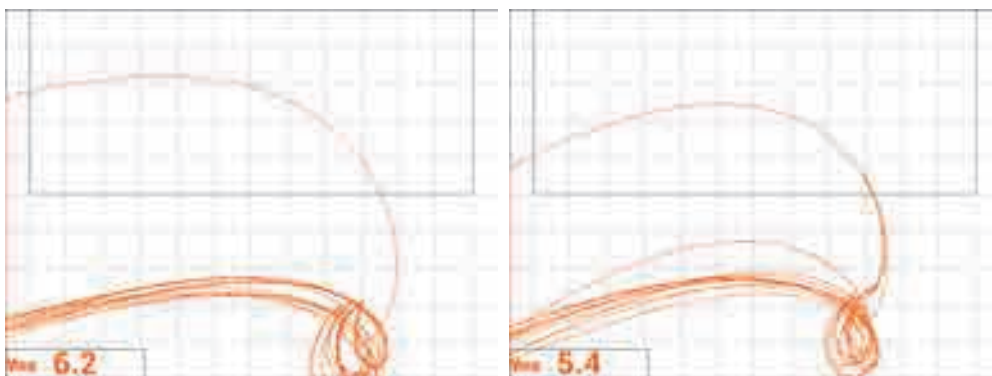

Рис. 5-131 Результаты сканирования обоих рядов креплений
36. Установите ПЭП в положение 1, выполните последнее контрольное сканирование обоих рядов креплений (см. Рис. 5-131 на стр. 225).